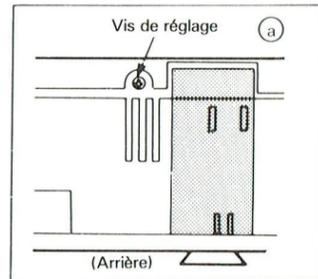

Fig. 16
2.1 Réglage de la position Auto-Start (Fig. 16)